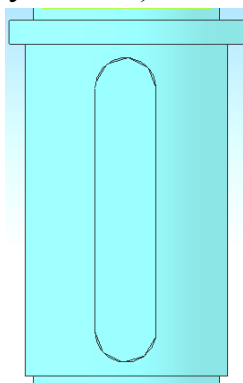

Рисунок 3.2 – Создание эскиза на выделенной грани
6) В появившемся окне диалога задайте имя файла для хранения модели создаваемой детали – **Шпонка.т3d** . Нажмите на кнопку **Сохранить**. Система перейдет в режим редактирования детали на месте (в сборке), режим создания эскиза на выделенной грани (рисунок 3.2).